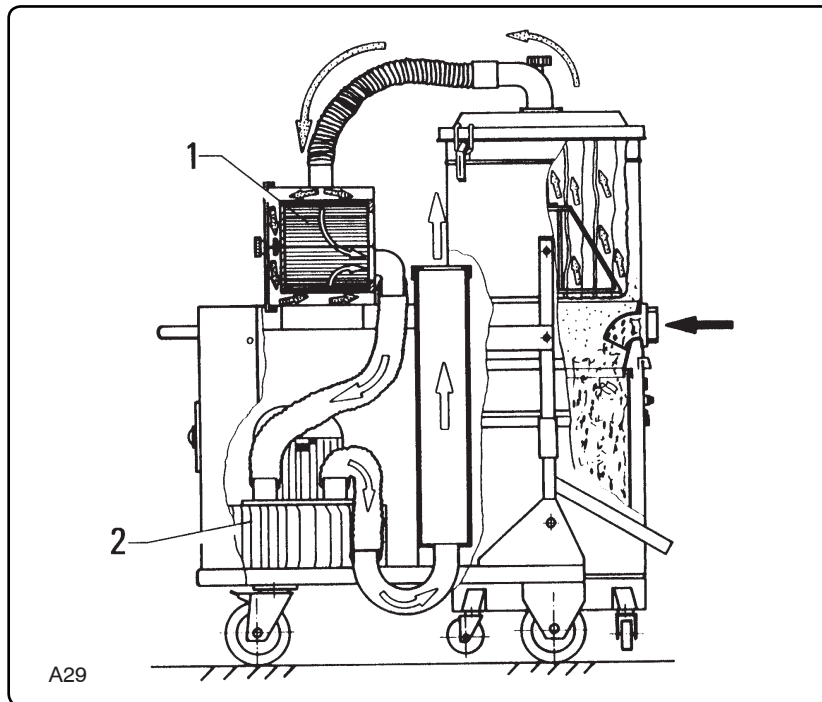

Fig. 6.8.1
6.8 - Filtro assoluto in aspirazione (categoria d'impiego K1) fig. 6.8.1
6.8 - Absolute filter on the intake (category of use K1) fig. 6.8.1
6.8 - Filtre absolu à l'aspiration (catégorie d'utilisation K1) fig. 6.8.1
6.8 - Absolutfilter auf der Saugleitung (Verwendungskategorie K1) Abb. 6.8.1